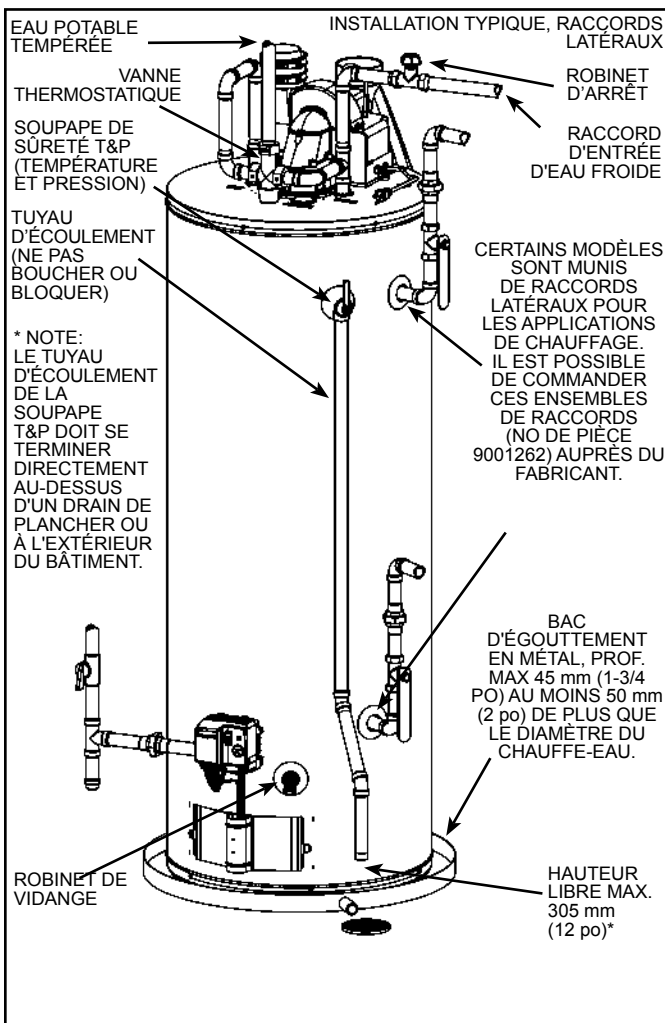
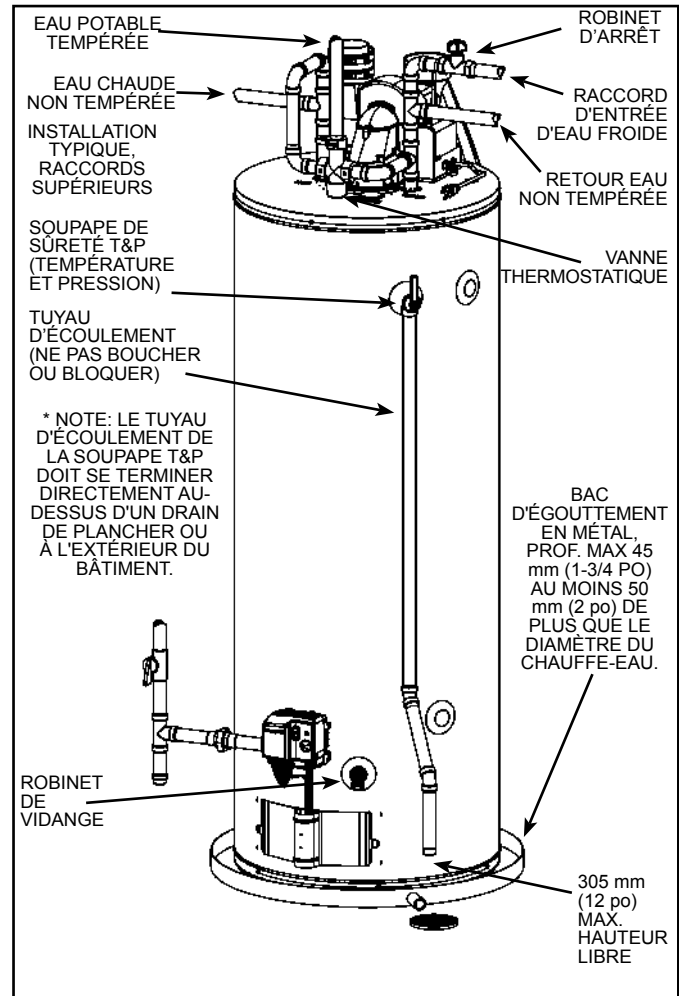

Figure 7
Figure 8
À la livraison, les raccords latéraux des modèles pour le chauffage combiné sont BOUCHÉS (items 7 et 10 dans Figure 1, voir aussi Figure 7 et Figure 8). Retirez les bouchons défonçables des raccords latéraux avant d'installer ce chauffe-eau dans une application de chauffage combiné.
En plus de régler l'appareil à la plus faible valeur permettant de satisfaire vos besoins en eau chaude, vous pourriez installer une vanne thermostatique directement à la sortie du chauffe-eau (voir Figure 7 et Figure 8) ou des robinets thermostatiques aux points d'utilisation.